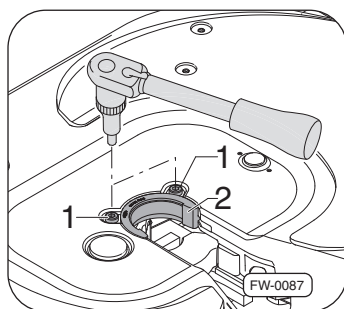

Fig. 28 · Remplacer la bague d'usure
1. Retirer les vis (2x) ⇒Fig. 28, –pos. 1– et les mettre au rebut.
2. Retirer la bague d'usure –pos. 2– par une rotation de 90°.